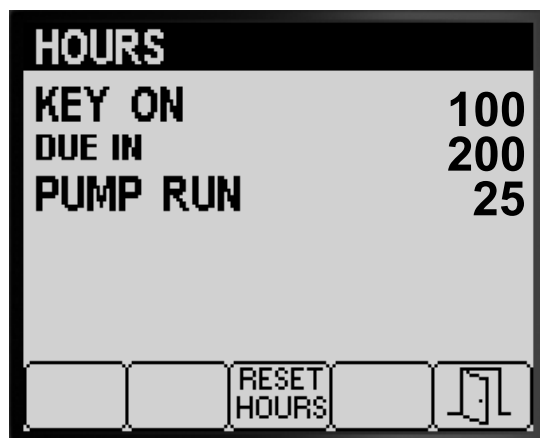

Figura 81
3. Utilizai informațiile de contorizare (Figura 81) afiate pe ecran pentru a determina următoarele:
4. Pentru a reseta orele pentru toate informațiile de contorizare, apăsați butonul 3 (Figura 81).
5. Apăsați butonul 5 pentru a părăsi ecranul HOURS (ore) și pentru a reveni la ecranul SERVICE (Figura 81).